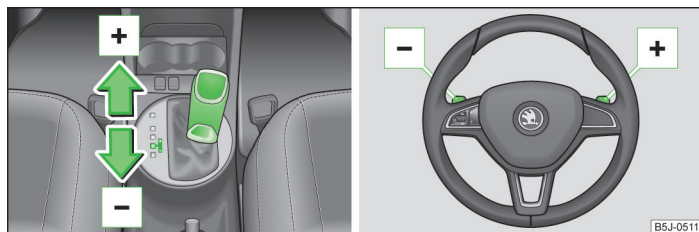

Fig. 91 Leva selettoria e volante multifunzione
► Toccare leggermente la leva selettoria in avanti **+** » fig. 91.
► Spingere leggermente indietro la leva selettoria **-** » fig. 91.